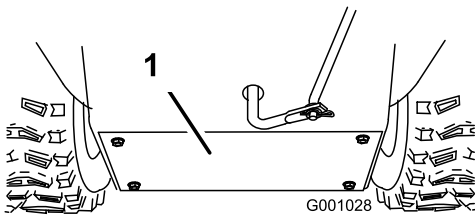

Figure 43
3. Déposez le couvercle arrière (Figure 43).